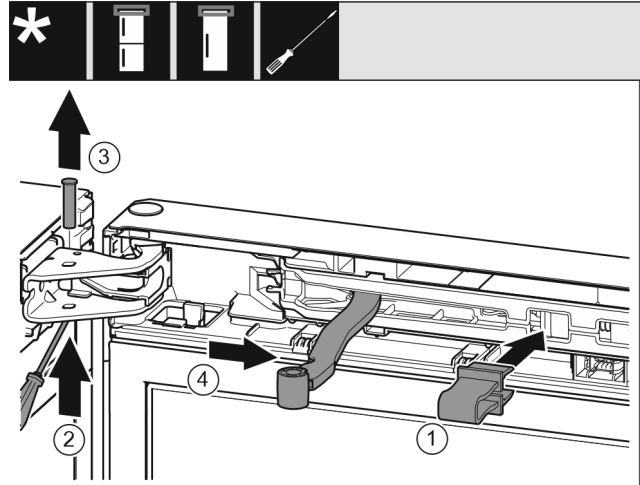

Fig. 9
- ▶ Introduire l'arrêtoir dans l'ouverture. Fig. 9 (1)
- ▶ Desserrer le boulon avec un tournevis. Fig. 9 (2)
- ▶ Sortir le boulon par le haut. Fig. 9 (3)
- ▶ Tourner l'articulation en direction de la porte. Fig. 9 (4)